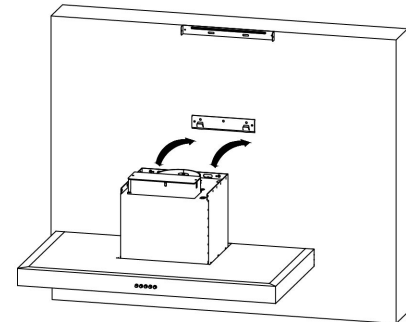

рис. 3
3. Повесьте вытяжку на крепежные планки и закрепите винтами (рис.3)